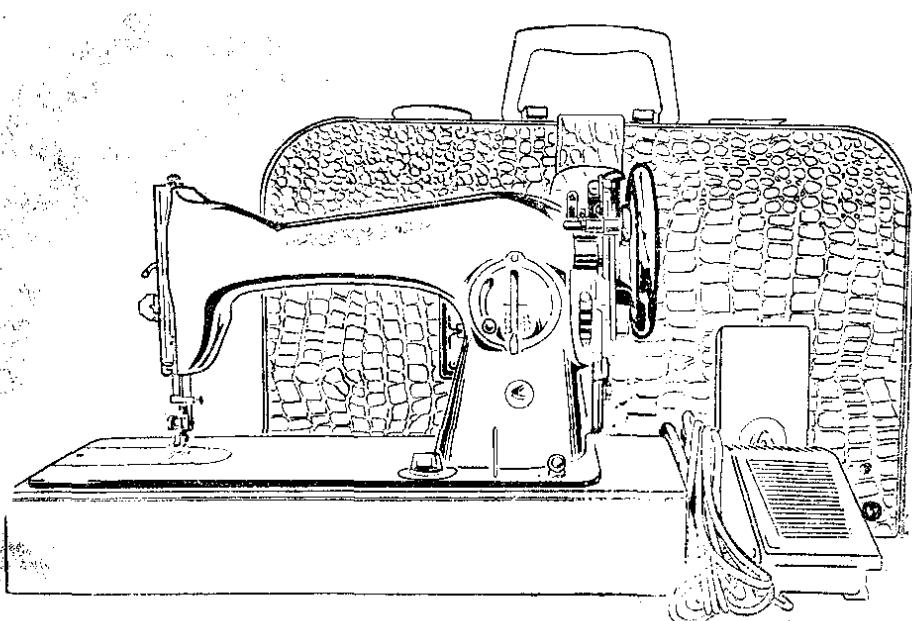

Рис. 6
5.4. На машине с электроприводом (рис. 6)